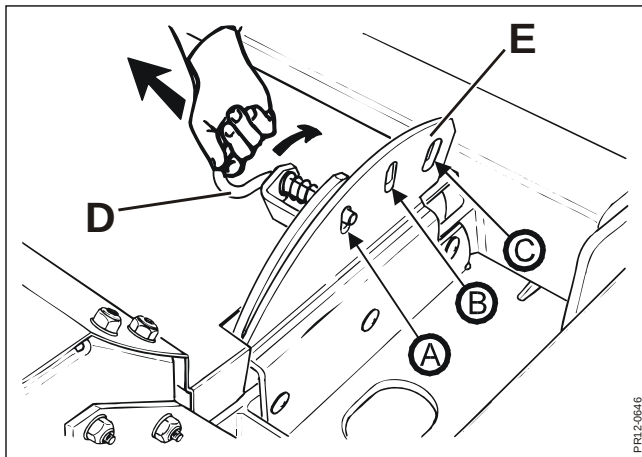

Fig. 3-14
Fig. 3-14 Systemet manövreras med handtaget **D**, vilket kan placeras i 3 positioner på konsolen **E**. Crimperplåtens avstånd till rotorn ändras genom att flytta handtaget **D** till ett av de andra hålen på konsolen **E**. Placeras handtaget i pos.(A), blir avståndet mellan crimperplåten och crimperfingrarna litet, i pos. (B) ökar avståndet och i pos. (C) är avståndet stort.